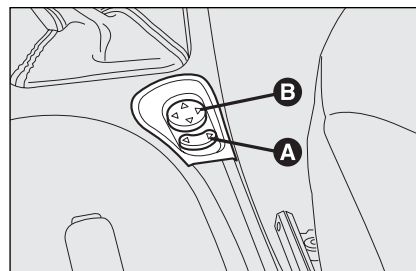

fig. 39
- ☐ mediante el selector **A**-fig. 39 seleccione el espejo (izquierdo o derecho) que desea regular;